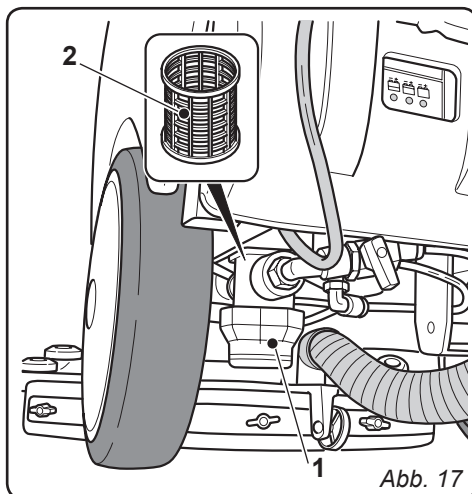

Abb. 17
11.1.d - Reinigung des Frischwasserfilters (Abb. 17)
- Drehen Sie den durchsichtigen Deckel (1) des Filters ab und entfernen Sie den Filter (2).
- Reinigen Sie den Filter (2) unter fließendem Wasser, sollte er verstopft sein, so wechseln Sie ihn aus.